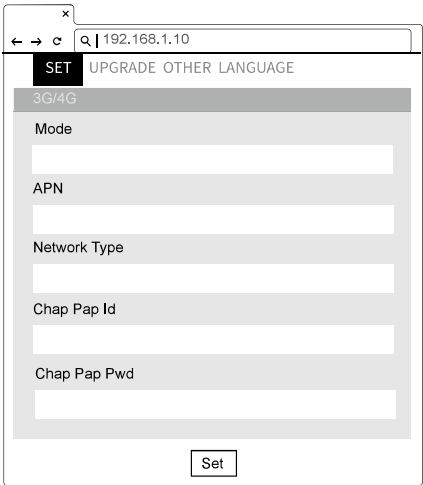

Figura 39. Información de red
- 5) Complete la información de APN, Chap Pap Id y Chap Pap Pwd. Véase la figura 39.